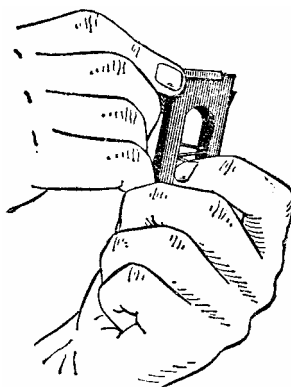

Рис. 24. Разборка магазина.
10. Разобрать магазин. Взяв магазин в левую руку, большим и указательным пальцами отжать пружину подавателя к подавателю, правой рукой сдвинуть и снять крышку магазина за ее выступающую часть (рис.24) и вынуть из корпуса магазина пружину подавателя и подаватель.